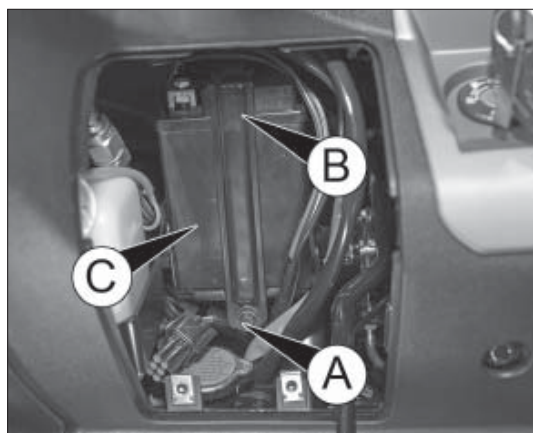

fig. 9
- svitare la vite A fig. 9 e rimuovere la staffa B, quindi sfilare la batteria C dalla sua sede;